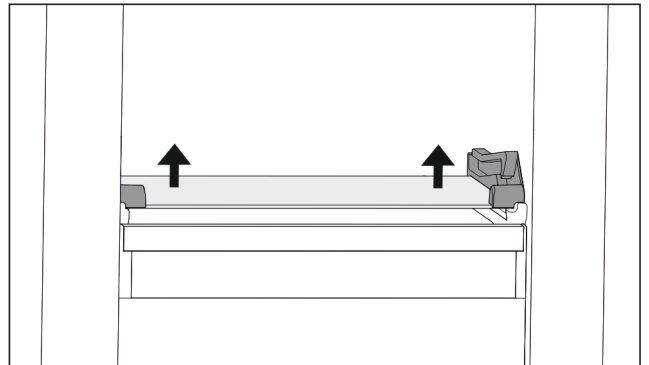

Fig. 92 Placa de vidrio del cajón inclinable
- ▶ Empuje la placa de vidrio desde abajo hacia arriba por ambos lados. (consulte Fig. 92)